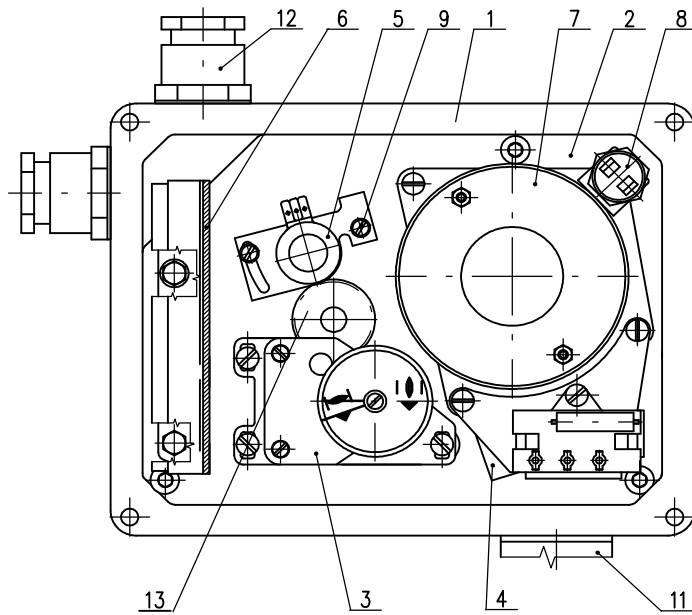

Рис. 4
После механического присоединения, электрического присоединения и проверки соединения и функции начните установку и наладку установки. Установка осуществляется на механически и электрически присоединенном ЭП. Эта глава описывает установку ЭП на высокоспециальные параметры в случае, если произошла перестановка некоторого элемента ЭП. Размещение устанавливающих элементов пульта управления изображено на рис.4.
4.2 Установка узла положения и сигнализирования (рис.4)